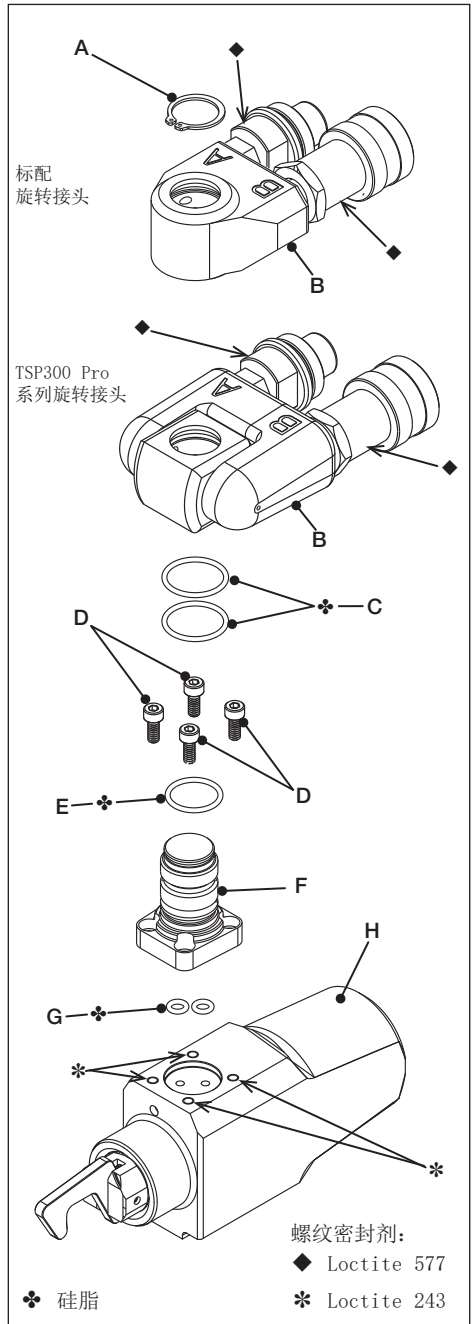

图 16
(图 16、17 和 19)
- 涂抹少量 Loctite 243 螺纹密封胶于动力头的螺纹孔内。涂抹位置请参见图 16 中的 *。
- 在旋转接头杆 (F) 基座的端口处装上两个 O 型密封圈 (G)。
- 将旋转接头杆 (F) 置于动力头 (H) 上，确保液压端口对齐。确保 O 型密封圈 (G) 不会掉落或者受到挤压或切断。
- 安装已去除油污的内六角螺钉 (D) 并按下述说明拧紧：